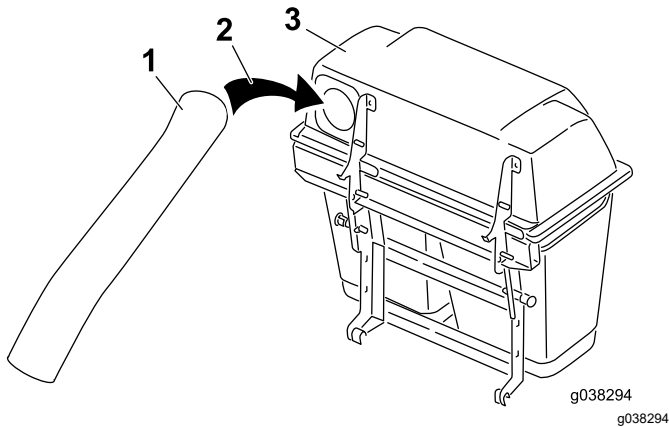

Figure 32
3. Insérez le tube supérieur dans l'ouverture du système de ramassage et ressortez-le pour faire ressortir le joint de la trémie (Figure 32).